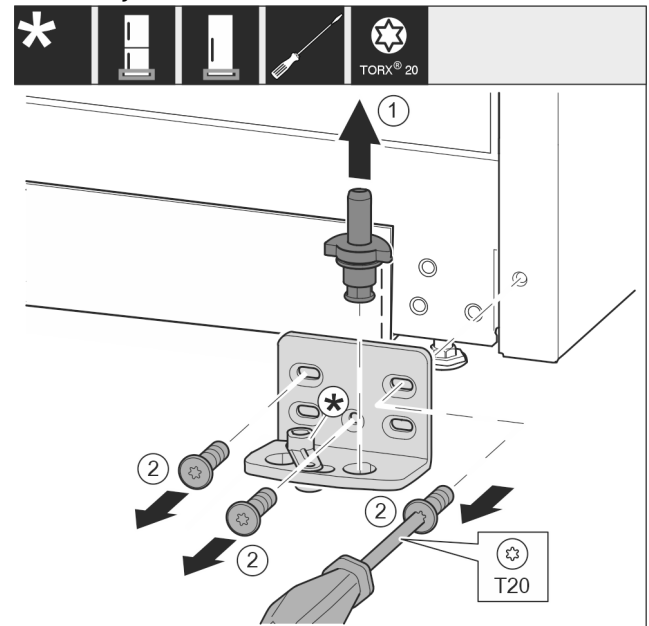

Fig. 12
- ▶ Izvucite podložak ležaja kompletno prema gore. Fig. 12 (1)
- ▶ Odvijačem T20 odvijte vijke i skinite podložak ležaja. Fig. 12 (2)